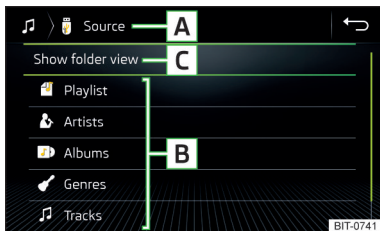

Abb. 140
**Multimedia-Datenbank** » Abb. 140